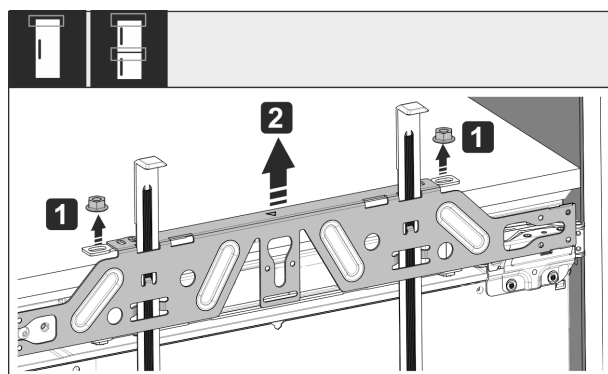

Fig. 51
- ▶ Otpustite protumatice Fig. 51 (1).
- ▶ Skinite Fig. 51 (2) pričvrtnu poprečnu letvicu.